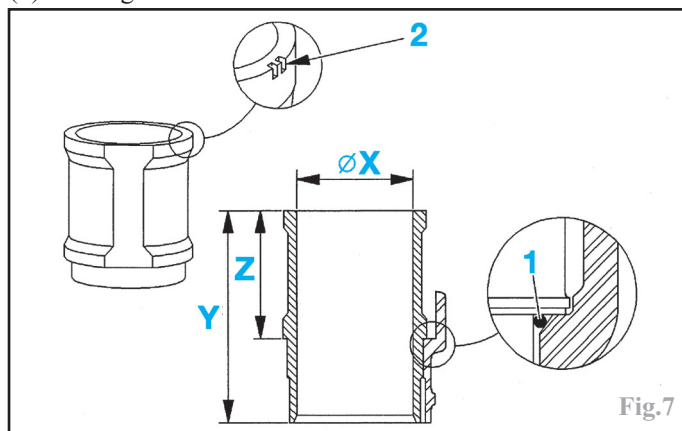

Fig.7
Chemises en fonte, de type humide, amovibles à la main. L'étanchéité entre les chemises et le carter-cylindres est assurée par des joints toriques (1) (Fig.7).
Il existe 3 classes d'alésage (A, B et C) repérées par des encoches réalisées sur le bord supérieur de la chemise (2) ou par des inscriptions à l'encre (Fig.7).